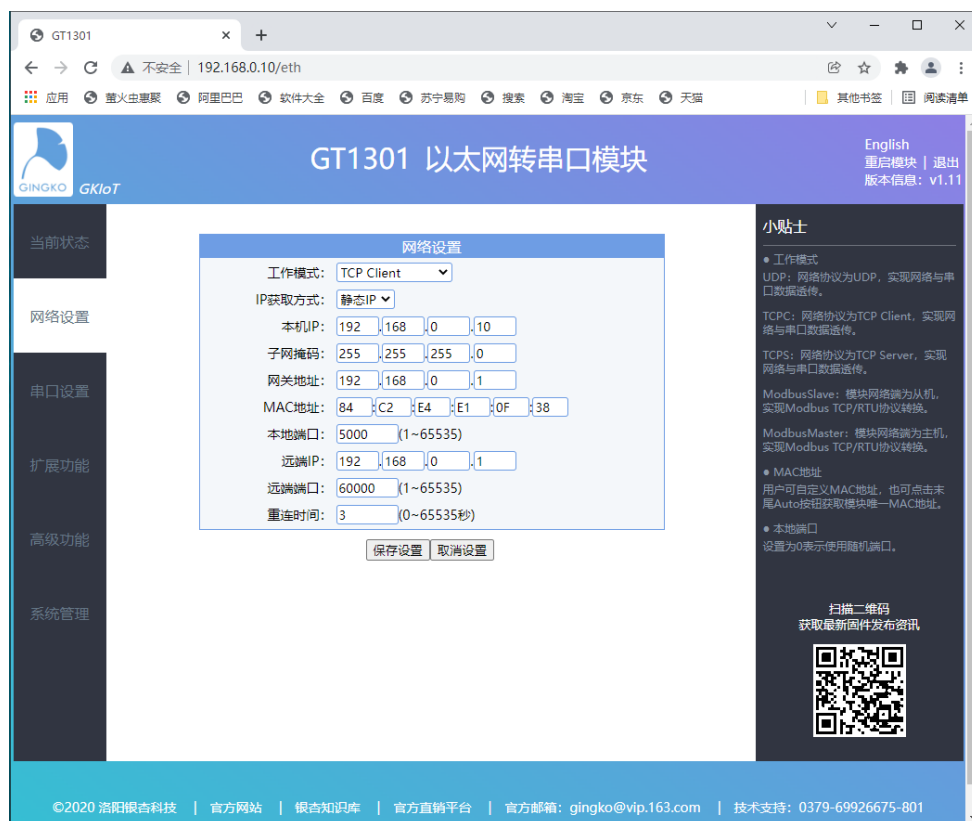

图 6-1 网络基本参数设置界面
2) 在网络设置界面上配置工作模式、IP、子掩码、网关、MAC、端口等网络参数，如图 6-1 所示，设置完成后点击“保存设置”按钮；